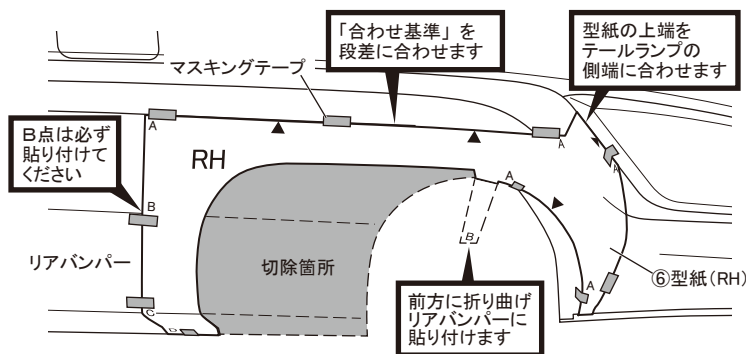

図2 リアバンパー穴開け ※図は右側です。左右同作業
2. 図2を参照し、リアバンパーに①マフラーガーニッシュを宛がい慎重に位置決めしながら、①マフラーガーニッシュ下面両側2ヶ所の穴位置に合わせて、リアバンパーに穴開け位置をマーキングします。
3. ①マフラーガーニッシュを一旦取外し、リアバンパーのマーキング位置にφ6の穴開け加工をします。